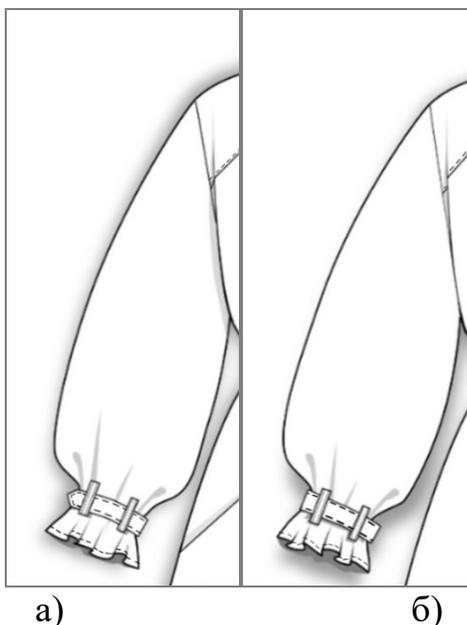

Рисунок 4 – Фрагмент технического рисунка комбинезона «Рукав»:
1. Выполнить чертеж необходимых лекал фрагмента «Рукав» (рис. 4) заданной модели женского комбинезона в натуральную величину в графическом редакторе NanoCad. А именно: рукав, хлястик (паты), шлевки.
Третий этап. Изготовление (пошив) образца фрагмента заданной модели (рис. 4) *Общие рекомендации*